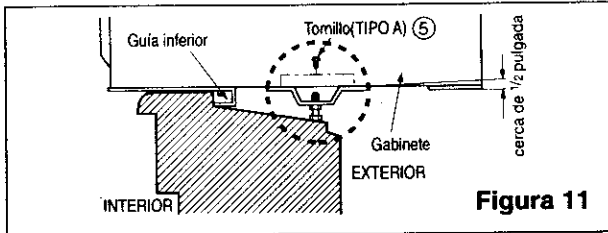

Figura 11
- 9** Seleccione la posición en la que colocará el soporte de antepecho cerca del punto más externo en el antepecho (Figura 11).